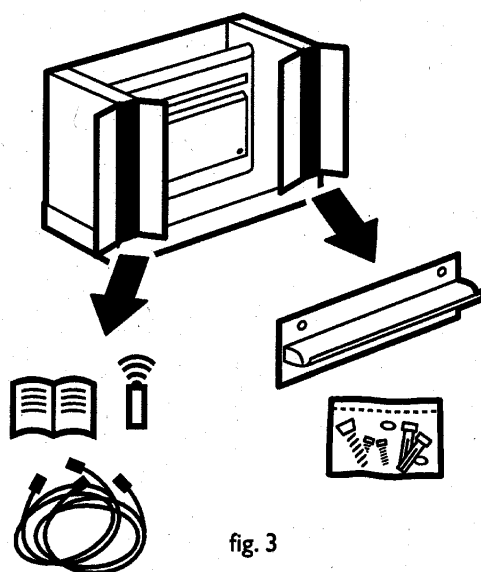

fig. 3
- 4 Abrir las cajas situadas a la izquierda y a la derecha en las que podrá encontrar la abrazadera de montaje en la pared, niveladores superiores, pernos, arandelas, anclajes plásticos y tornillos en una de las cajas y el mando a distancia, cables y las instrucciones de manejo en la otra. (fig. 3)